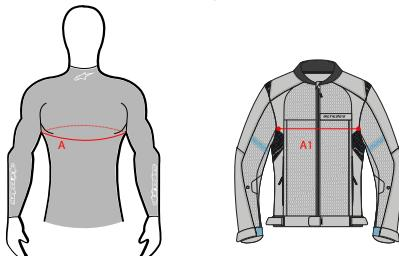

Figure 8
**AVERTISSEMENT ! Tech-Air® 3, en taille S ou plus grande taille, doit être porté avec un vêtement Alpinestars compatible Tech-Air de la même taille que le système ou avec un vêtement Alpinestars qui n'est pas compatible Tech-Air, à condition que le vêtement fasse une taille de plus que le système, ou quelle que soit la marque, Alpinestars ou autre, le vêtement doit répondre aux critères suivants : pour la région de la poitrine (A) et la largeur du vêtement sur la région de la poitrine (A1). Le vêtement est compatible avec le système Tech-Air® 3, si  $A1 > 0,5 \times A + 12 \text{ cm}$  ( $A1 > 0,5 \times A + 4,72 \text{ pouces}$ ) (voir la figure 8 ci-dessous)**